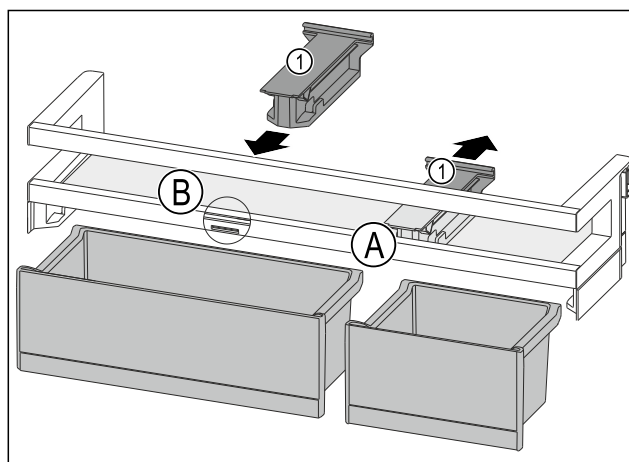

Fig. 162
- ▶ 将定位件 Fig. 162 (1) 向后拉至位置 Fig. 162 (A)。
- ▶ 将定位件 Fig. 162 (1) 插入至位置 Fig. 162 (B)。